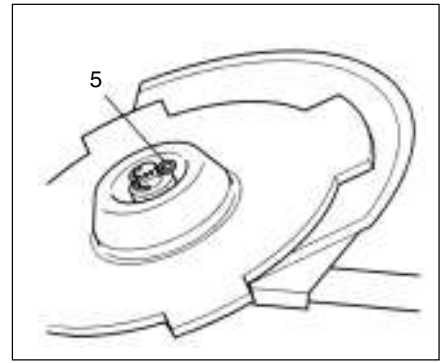

Fig. 1-10C
If your unit is of a nut securing type and equipped with a cotter pin, the blade must be retained with a new cotter pin (5) each time installed. (Fig. 1-10C)
Si votre machine est du type à écrou de blocage et muni d'une goupille, il faut retenir la lame au moyen d'une goupille neuve (5) qu'on remplace à chaque fois. (Fig. 1-10C)
Se il suo elemento é del tipo di fissaggio a dado e provvisto di una chiavetta trasversale, la lama deve sostenersi per mezzo di una coppiglia nuova (5) ogni volta che viene effettuato il montaggio. (Fig. 1-10C)